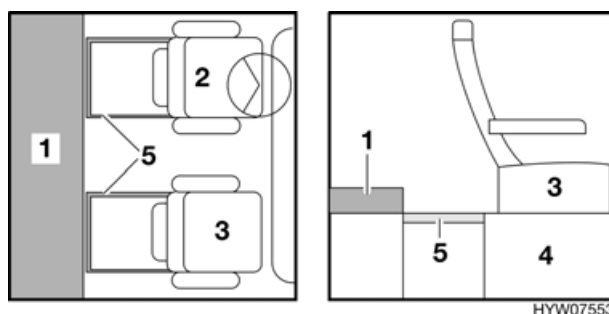

Fig. 41 Durante la trasformazione
- Spingere il sedile del guidatore (Fig. 41,2) e del passeggero (Fig. 41,3) completamente in avanti.
- Estrarre le basi di appoggio (Fig. 41,5) dalle console del sedile (Fig. 41,4) fino all'arresto.